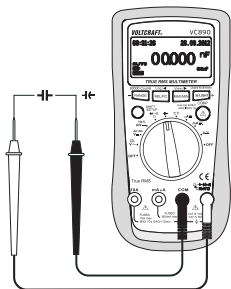

Fig. 8
2. Insérez le cordon de mesure rouge dans la douille de mesure  $\text{V}\Omega\text{Hz}$  (7), le cordon de mesure noir dans la douille de mesure COM (8) (Fig. 8).